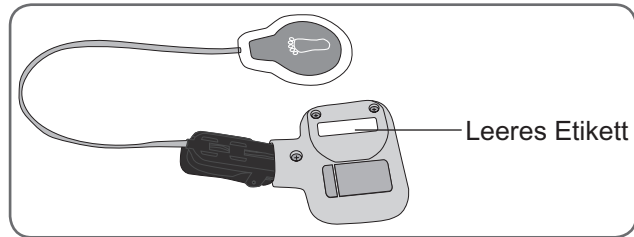

Abbildung 9-6: Etikett auf dem Intelli-Sense Gait Sensor für die System-ID-Nummer
7. Suchen Sie die System-ID-Nummer auf der Tragetasche des NESS L300-Systems (z. B. A334). Schreiben Sie die Nummer auf das kleine Etikett auf der Rückseite des neuen Intelli-Sense Gait Sensors. (Siehe Abbildung 9-6.) Diese Nummer gibt an, bei welchem System der Sensor registriert ist.